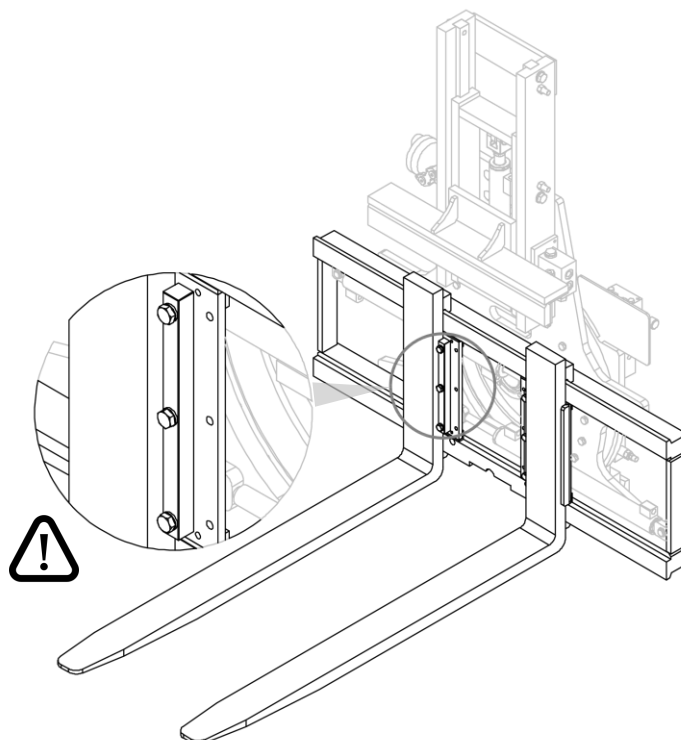

Figura 14
2. Inserta las horquillas y vuelva a apretar los topes (mira *Figura 14*).